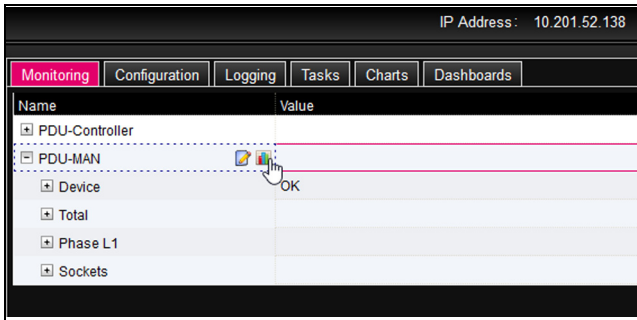

Abb. 49: „Grafik“-Symbol
- Klicken Sie auf das farbige „Grafik“-Symbol hinter dem Eintrag „PDU-MAN“ in Form eines stilisierten Diagramms (Abb. 49). Die Anzeige wechselt in die grafische Darstellung